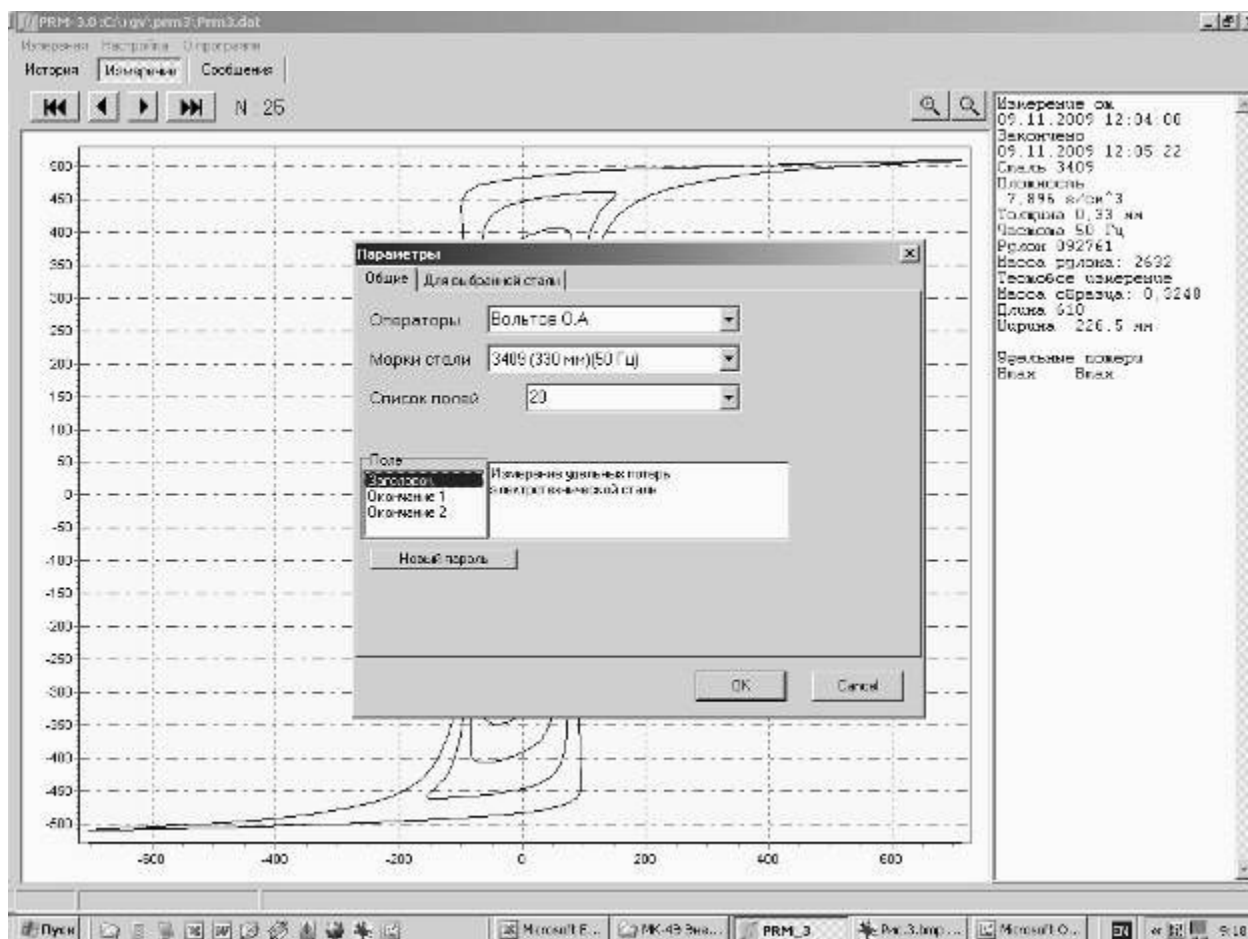

Рис.2 Окно "Настройка\Параметры\Общие "
- 2.3.2.4 При нажатии кнопки "Настройка" появляется кнопка "Параметры", при нажатии которой появляется окно "Введите пароль" для ввода личного пароля лица, ответственного за достоверность задания норм разбраковки и т.п. После ввода пароля появляется окно ввода данных (Рис.2).